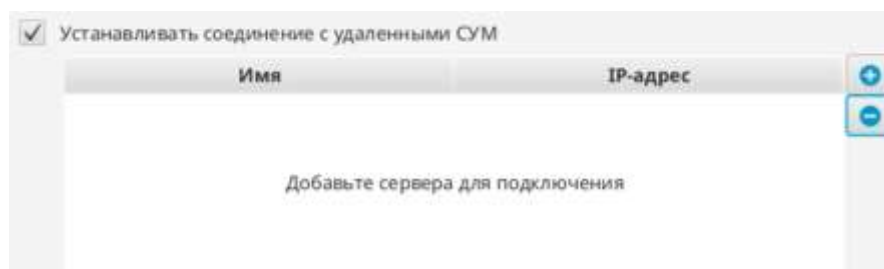

Рис. 4
– выбрать параметр, при этом откроется форма для добавления новых СУМ (Рис. 4);